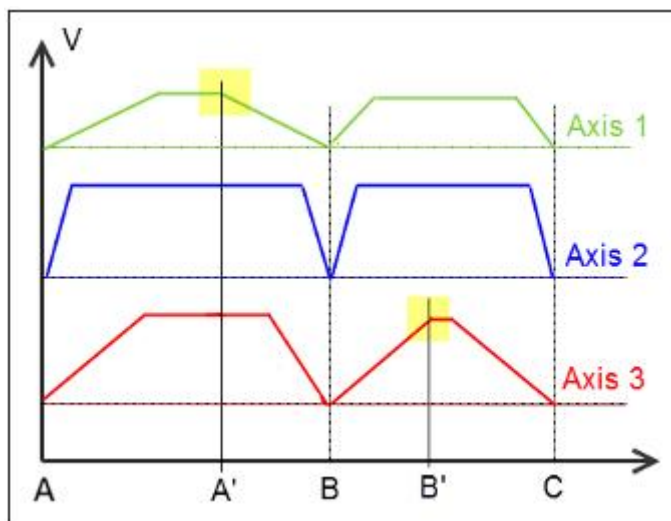

图 7.2 拐角过渡模式
2) 在 PTP 运动模式下, 运动拐角过渡点是根据先前计算的两个运动的速度曲线来确定的。在插补运动中多个轴, 如图 7.2 所示, 点 A' 由第一个轴减速到拐角点 B 的时间决定。点 B' 是最后一个轴从拐角点 B 开始到其加速运动完成的时间来决定的。